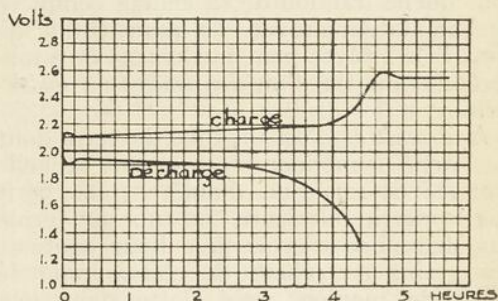

FIG. 28
**VARIATIONS DU VOLTAGE PENDANT LA CHARGE ET LA DÉCHARGE.**— Le graphique ci-dessous, (Fig. 28) représente les variations du voltage pendant une charge de 8 heures et une décharge d'égale durée.
peut mesurer son voltage. Ainsi qu'on peut s'en rendre compte par le graphique de la Fig. 28, cette méthode ne donnera des résultats certains que lorsque l'accumulateur est complètement chargé ou complètement déchargé, car les variations de voltage entre ces deux points sont trop faibles pour donner une idée exacte de l'état de charge de l'élément.